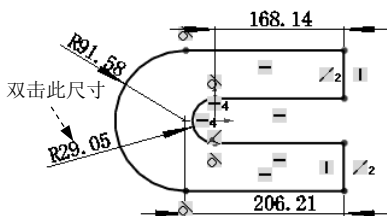

图 4.13.16 添加并修改尺寸值
选择下拉菜单 **工具(T)** → **尺寸(S)** → **智能尺寸(S)** 命令，添加图 4.13.16 所示的尺寸约束。
Step1. 双击如图 4.13.16 所示的半径尺寸，在系统弹出的“修改”对话框中输入数值